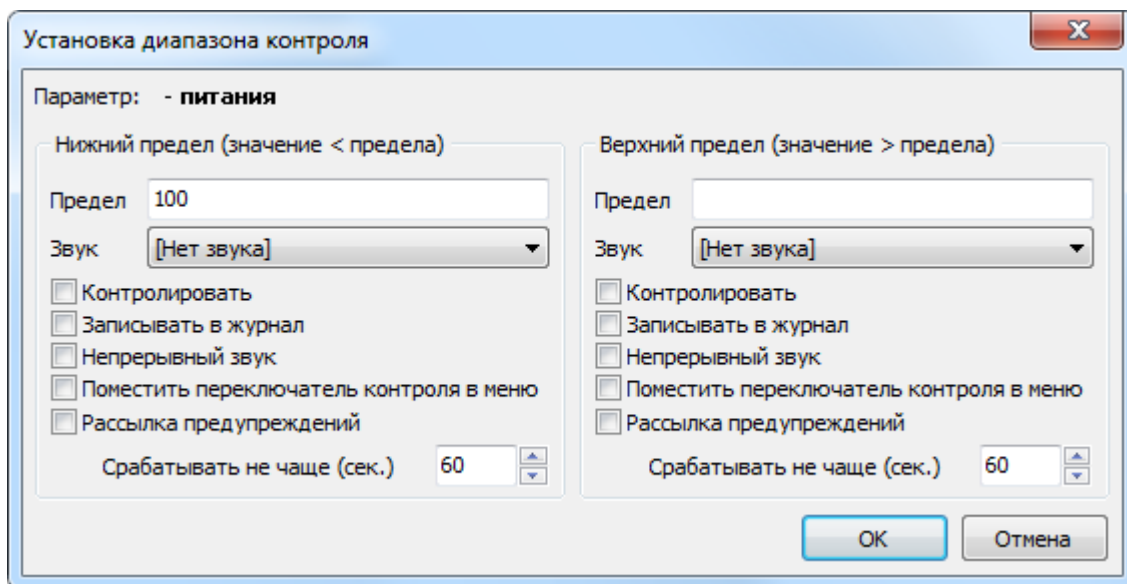

Рисунок 209. Установка диапазона контроля параметра
- Выберите пункт меню **"Регистрация"** -> **"Контроль параметров"** и в открывшемся диалоге **"Контроль диапазона параметров"** (Рис. 209) выберите параметр, который необходимо контролировать. Подробнее см. Список контролируемых параметров.